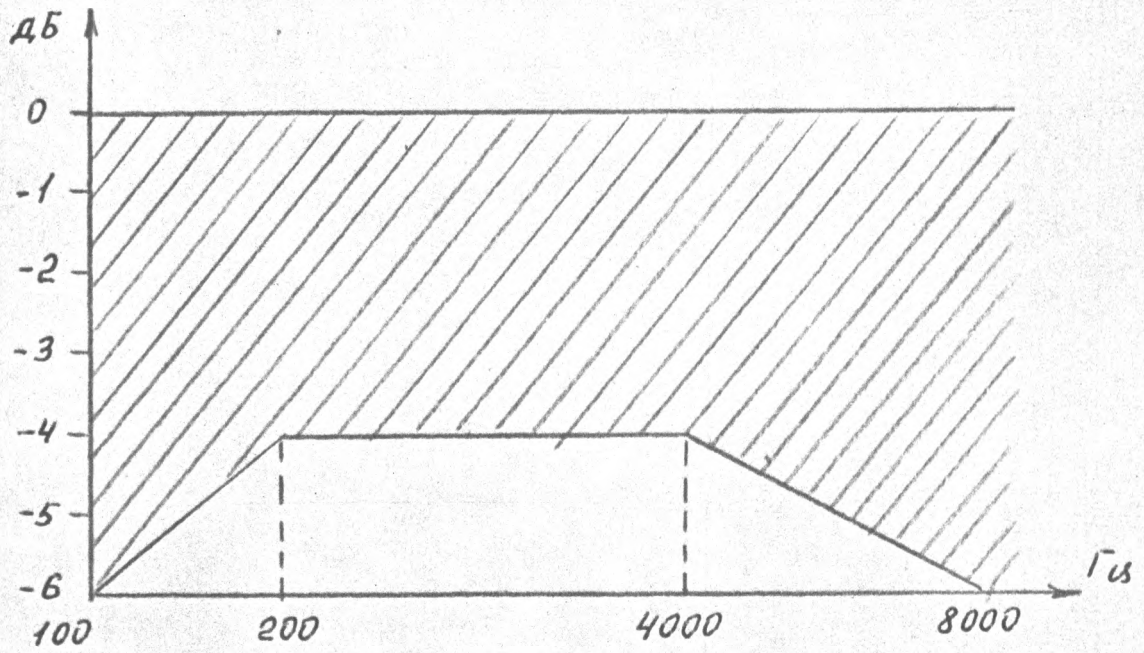

РИС. 7.20
7.7.5.3. ПО РЕЗУЛЬТАТАМ ИЗМЕРЕНИЙ ПОСТРОЙТЕ АМПЛИТУДНО-ЧАСТОТНУЮ ХАРАКТЕРИСТИКУ, КОТОРАЯ ДОЛЖНА УКЛАДЫВАТЬСЯ В ПОЛЕ ДОПУСКА (РИС. 7.20).